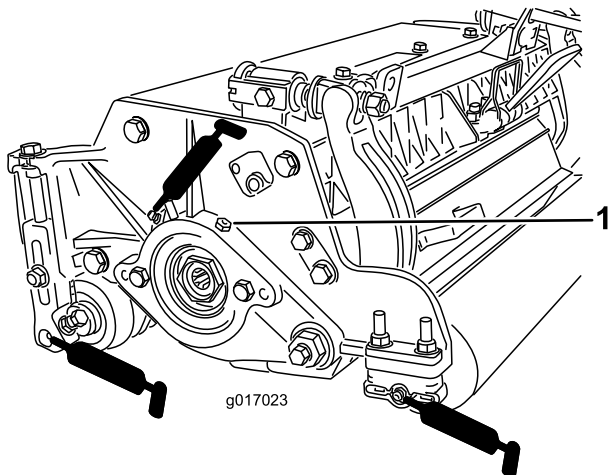

Figure 24
Chaque plateau de coupe comporte (6) graisseurs (Figure 24) qu'il faut lubrifier régulièrement avec de la graisse universelle au lithium n° 2.